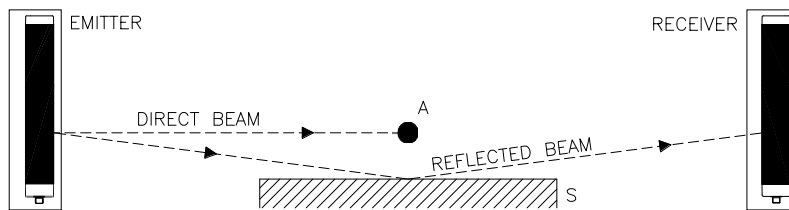

Рис. 4 – Отражающие поверхности
- Наличие отражающих поверхностей вблизи световой завесы может вызвать случайные отражения, которые предотвращают обнаружение. Как видно на рис.4, объект **A** не обнаружен из-за поверхности **S** что, отражая луч, закрывает оптический путь между излучателем и приемником. Поэтому, минимальное расстояние **d** должно поддерживаться между любыми отражающими поверхностями и охраняемой зоной.